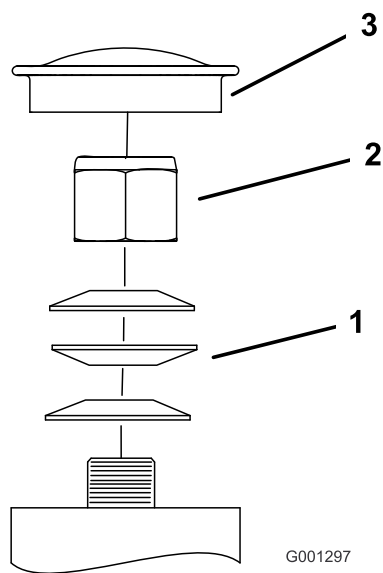

Figura 68
3. Retire o tampão antipoeira da roda e aperte a porca de bloqueio (Figura 68).
4. Aperte a porca de freio até que as anilhas de mola estejam planas e, em seguida, recue 1/4 de volta para aplicar devidamente a pré-carga nos rolamentos (Figura 68).
- Importante:** Certifique-se de que as anilhas de mola estão corretamente montadas como se mostra na Figura 68.
5. Instale o tampão antipoeira (Figura 68).